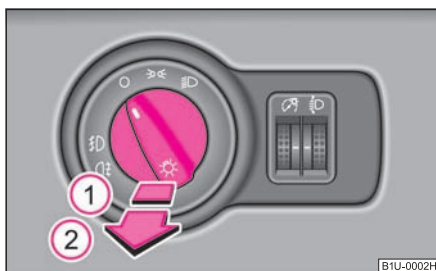

Fig. 41 Cuadro de interruptores:
- Girar primero el conmutador de luces a la posición 𐀀 o 𐀁 ⇒ fig. 41.
- Tire del conmutador de luz a la posición ①.
- Tirar del conmutador a la posición ②.